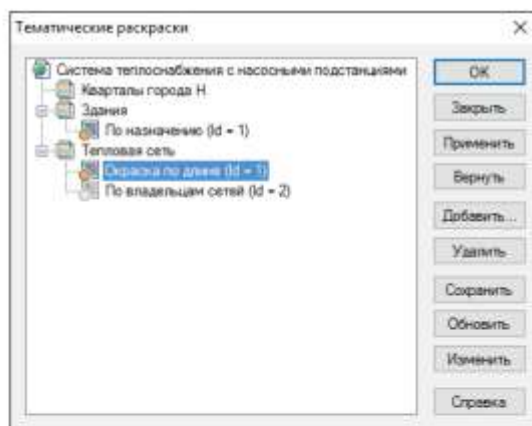

Рисунок 22.8. Подключение тематической раскраски
1. Выбрать пункт меню Карта|Тема|Подключить. Откроется окно Тематические раскраски, (Рисунок 22.8. «Подключение тематической раскраски»).